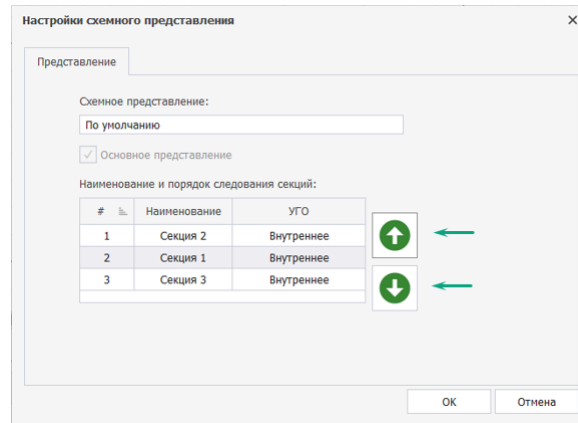

Рис. 188 Изменение порядка отображения секции
2. Выбрать в таблице одну из секций и с помощью кнопок  и  переместить ее в требуемую позицию, см. Рис. 188.